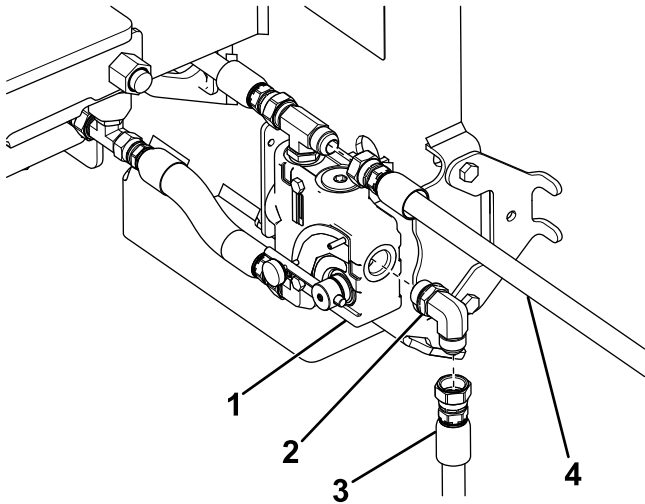

Figura 6
- Sujete el acoplamiento de manguera de 90° a la válvula de control de flujo (Figura 6) y apriételo a 81 N·m (60 pies-libra).
- Sujete la manguera corta al acoplamiento de manguera de 90° (Figura 6).
- Sujete la manguera larga al otro acoplamiento de la válvula de control de flujo (Figura 6).